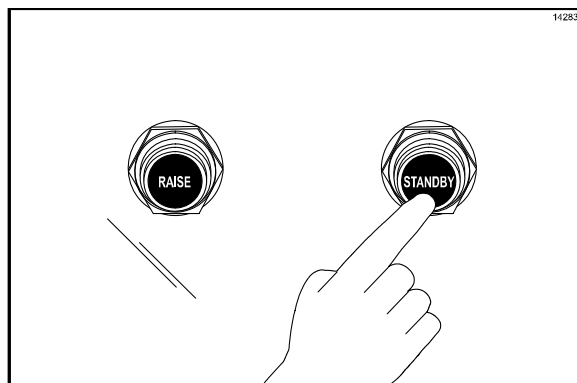

Figure 53
20. Appuyer sur le bouton STANDBY (attente) noir pour baisser la plaque du centre (Cf. Figure 53).